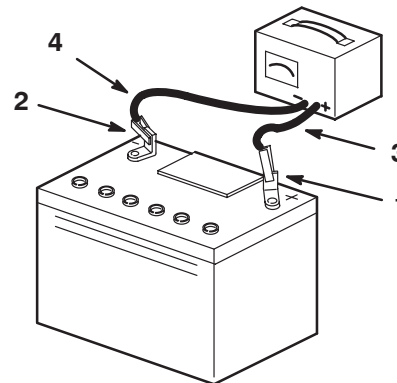

Figure 2
6. Chargez la batterie pendant 10 à 15 minutes entre 25 et 30 A, ou pendant 30 minutes entre 4 et 6 A (Fig. 2). Ne surchargez pas la batterie.
7. Quand fini, débranchez le chargeur de la prise, puis débranchez les fils du chargeur des bornes de la batterie (Fig. 2).